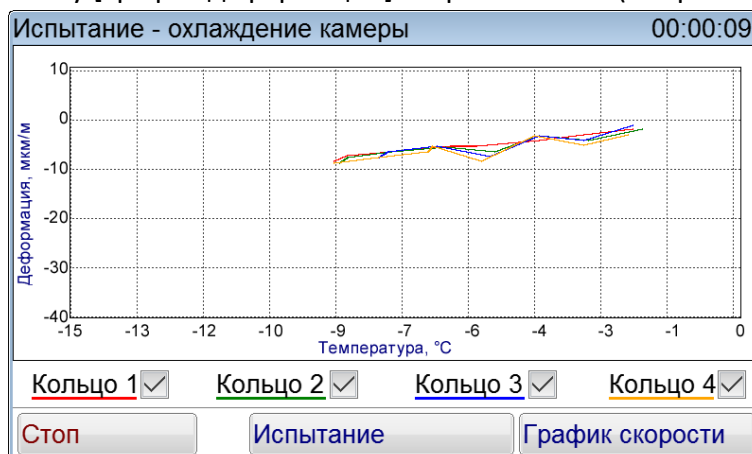

Рисунок 14 – Испытание - охлаждение камеры (график деформации)
4.4.18 При нажатии на кнопку [График деформации] откроется окно (см. рис. 14).
4.4.20 О растрескивании испытуемого образца свидетельствует скачок деформации на графике зависимости деформации от температуры (см. рис. 14), Через 12 минут на экране «Испытание – охлаждение камеры» (см. рис. 13) в столбце «Tabcd, °C» появится значение в строке напротив номера кольца.